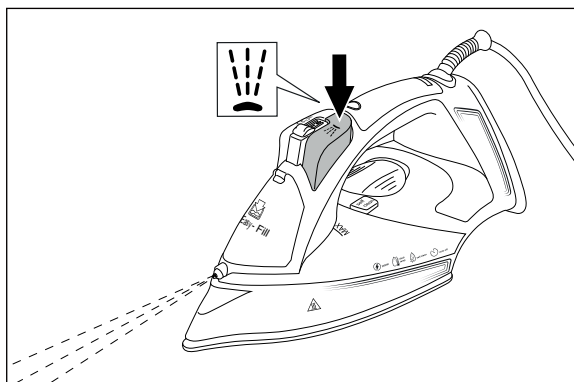

Fig. 8
- 3) Premere il tasto per la funzione spruzzo  **5** (vedere fig. 8).